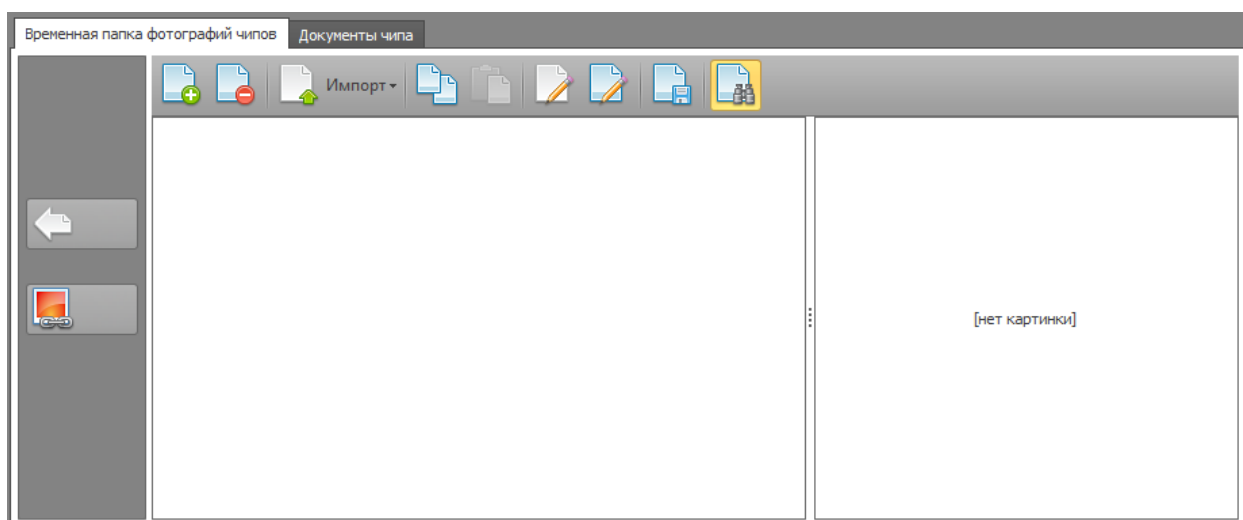

Рисунок 37
- -Блок вкладок документов (Рис. 37)